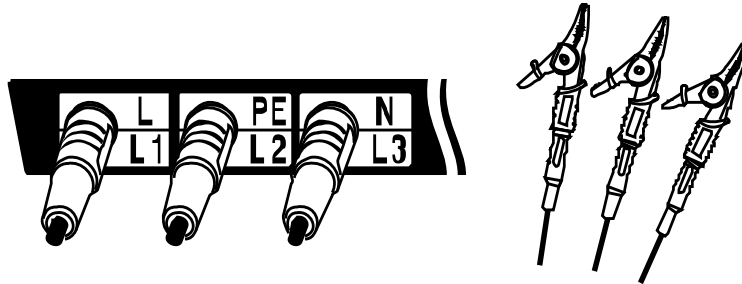

Fig.8-1
2. Verbind de meetsnoeren met het instrument. (Fig.8-1)